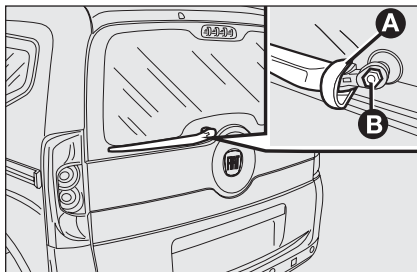

fig. 11
- soulever la couverture **A**-fig. 11 et démonter le bras du véhicule, en dévissant l'écrou **B** qui le fixe au pivot de rotation;